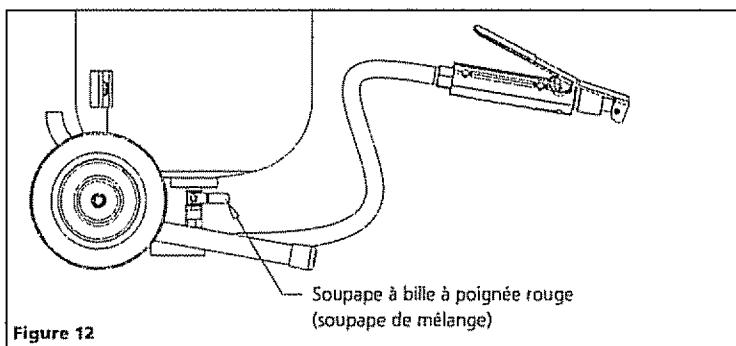

Figure 12
- 4 Régler la soupape à bille à poignée rouge au-dessous du réservoir au milieu, entre la position complètement ouverte et la position complètement fermée. Cette soupape de « mélange » contrôle la proportion entre les médias de décapage et l'air (voir figure 12).